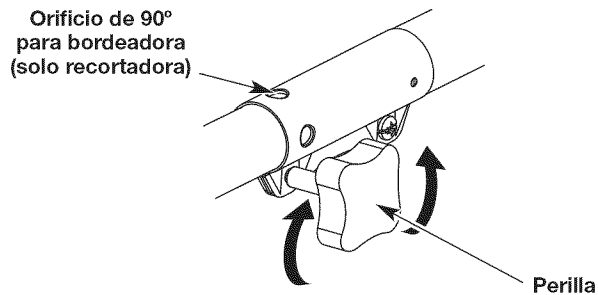
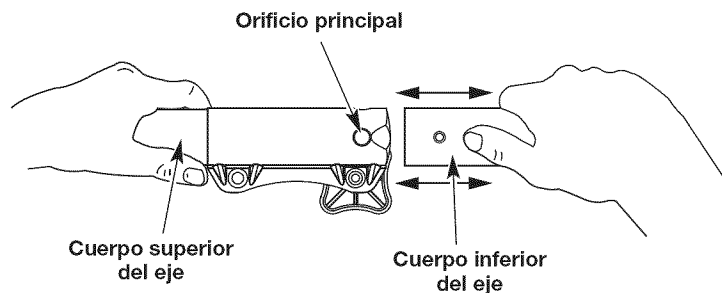

Fig. 4
Fig. 6
1. Para aflojar, gire la perilla en sentido contrario a las agujas del reloj (Fig. 4).
2. Sosteniendo firmemente el accesorio de corte u otro accesorio, empújelo directamente dentro del acoplador Convertible™ hasta que el botón de desconexión encaje sólidamente en el orificio principal (Fig. 6).
3. Para apretar, gire la perilla en el sentido de las agujas del reloj (Fig. 4).
**PRECAUCIÓN:** Antes de operar esta unidad, cerciórese de que el botón de liberación esté completamente encajado en el orificio principal (Fig. 6) y de que la perilla (Fig. 4) esté bien apretada.
Para hacer cortes (orillados) decorativos con el accesorio de corte del cabezal de línea, trabe el botón de desconexión del accesorio en el interior del orificio de 90° (Fig. 4).
3. Sujetando el cuerpo del eje superior, tire directamente del accesorio de corte o de cualquier otro accesorio para sacarlo del acoplador Convertible™ (Fig. 6).